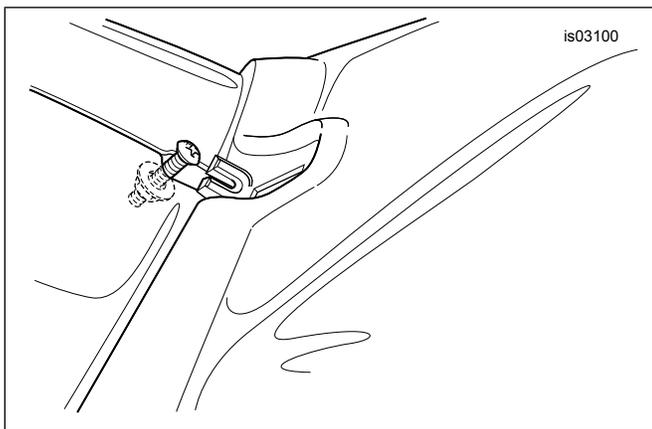

Figure 9. Ensemble déflecteur de vent sur nacelle (modèles FLHRS)
- Voir Figure 9 . En tenant l'ensemble vis, atteindre l'intérieur de la nacelle du phare et insérer **juste la tête de la vis** vers le haut à travers l'ouverture pour engager la fente dans l'onglet dans la languette à l'avant du déflecteur de vent. L'écrou et la rondelle plate doivent rester à l'intérieur de la nacelle. Serrer la vis.